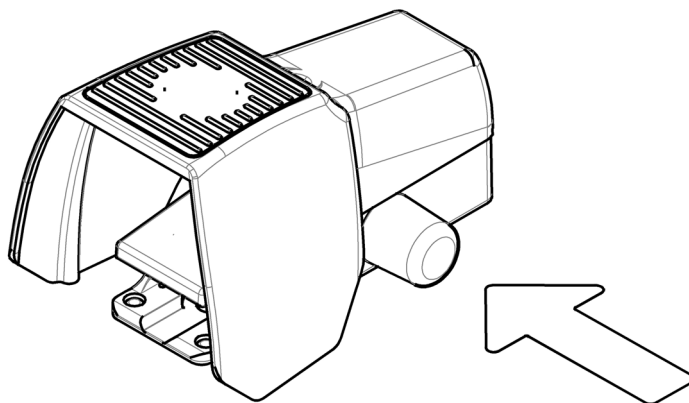

Fig. 4: Sblocco dell'interruttore a pedale
- Se l'arresto di emergenza è stato attivato tramite l'interruttore a pedale: rilasciare l'interruttore a pedale spingendo a fondo il coperchio blu in silicone sul lato dell'interruttore a pedale (vedere fig. 4).